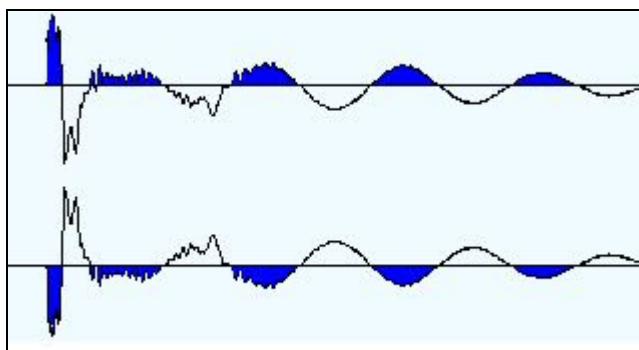

Рисунок 9 – Инверсия сигнала
2.3.8.2.1 Инверсия. График сигнала, для удобства пользователя, можно отображать как в прямом, так и в инверсном (перевернутом) виде (рисунок 9)